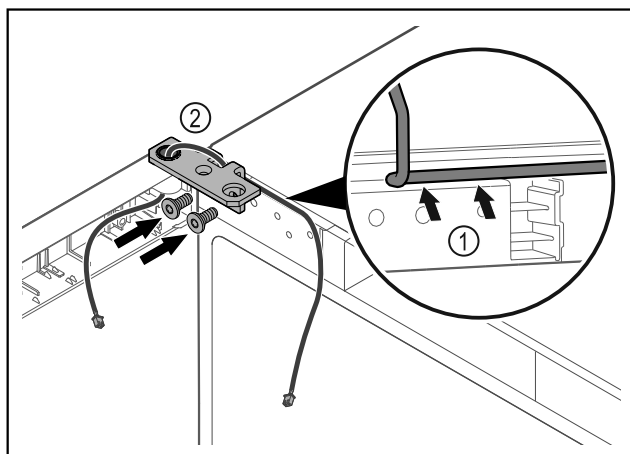

Fig. 38
- Poprowadzić kabel przez wgłębienie w zawiasie i ostrożnie go ułożyć Fig. 38 (1).
- Przykręcić zawias Fig. 38 (2).